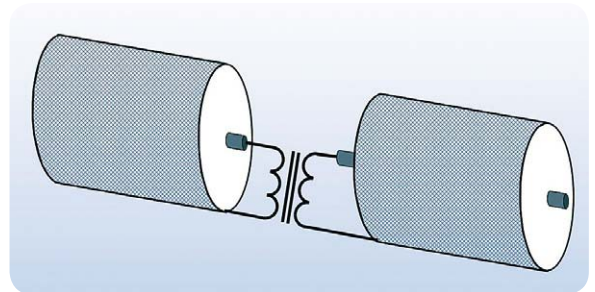

Bild 12: Alle Frequenzkomponenten, die unter der Grenzfrequenz des HF-Übertragers liegen, werden entsprechend gedämpft.
- **2. Induktive Kopplung.** Mantel und Schirm werden unterbrochen und jeweils mit Primär- und Sekundärwicklung eines Hochfrequenztransformators verbunden (Bild 12). Der Trafo unterdrückt unter seiner Grenzfrequenz liegende Störstrom-Frequenzkomponenten.